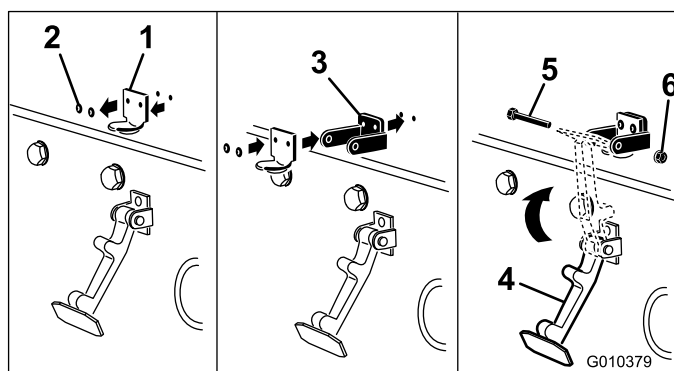

Bild 4
2. Entfernen Sie die zwei (2) Nieten, mit denen die Halterung des Motorhaubenriegels an der Motorhaube befestigt ist (Bild 4). Nehmen Sie die Halterung des Motorhaubenriegels von der Motorhaube ab.
3. Fluchten Sie die Befestigungslöcher aus und positionieren Sie gleichzeitig die Halterung des CE-Riegels und des Motorhaubenriegels auf der Motorhaube. Die Riegelhalterung muss an der Haube anliegen (Bild 4).
5. Haken Sie den Riegel in die Halterung des Motorhaubenriegels (Bild 4).
6. Setzen Sie eine Schraube (1/4 x 1-1/2 Zoll) in die Halterung des Motorhaubenriegels ein und befestigen ihn mit einer Sicherungsmutter (Bild 4).